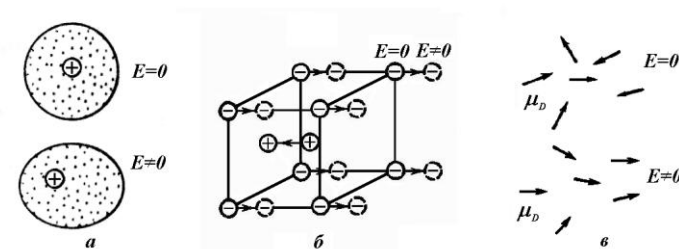

Рис.1. Схемы электронной (а), ионной упругой (б) и дипольной (в) поляризации.
На рис.1а схематически изображены деформация в электрическом поле электронной оболочки атома водорода и образование в поляризованной частице квазиупругого (как бы упругого) электрического момента m_e .
2. *Ионная упругая поляризация.* Она происходит в кристаллических диэлектриках, построенных из положительных и отрицательных ионов: в галоидо-щелочных кристаллах, слюде, керамике. В электрическом поле в таких диэлектриках происходит смещение электронных оболочек в каждом ионе - электронная поляризация. Смещаются друг относительно друга подрешетки из положительных и отрицательных ионов (см. рис. 1б), т.е. происходит упругая ионная поляризация.
1. *Дипольная поляризация* наблюдается в полярных газообразных и жидких диэлектриках. Полярные диэлектрики построены из полярных молекул, в которых центры положительных и отрицательных зарядов не совпадают (рис.1в). Полярная молекула имеет собственный электрический момент (дипольный момент) μ_D (Кл · м). Из полярных молекул состоят газообразные аммиак NH_3 , пары воды и спиртов. Полярными жидкостями являются вода, хлорбензол C_6H_5Cl и нитробензол $C_6H_5NO_2$.